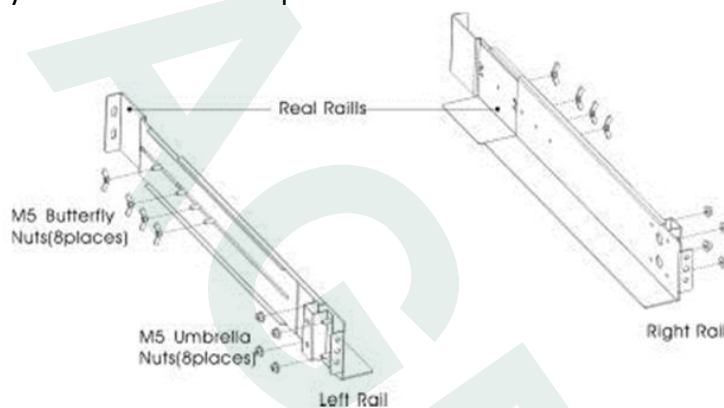

Рис. 2-1
- Затяните четыре барашковые гайки М5 сбоку от направляющих (см. рис. 2-1).